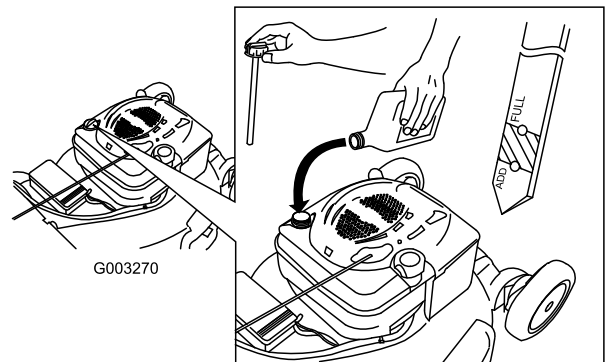

Figura 44
4. Vierta **lentamente** aceite en el tubo de llenado hasta que el nivel llegue a la marca Full de la varilla (Figura 44). **No llene demasiado.** (Capacidad máxima: 0,59 l, tipo: SAE 30, aceite detergente con clasificación de servicio API SF, SG, SH, SJ, SL o superior.)